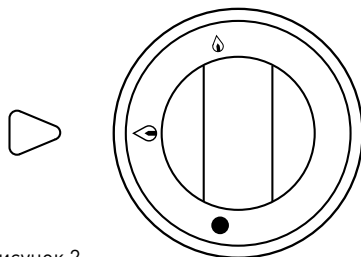

Рисунок 2
- Повернуть нижний переключатель ВКЛ./ВЫКЛ. нагревательного механизма (3), который находится сбоку корпуса (1), и установить его на символ «большое пламя» (рис. 2).
- Сейчас из горелки выходит газ. Немедленно зажечь газ (2) и удерживать переключатель в нажатом положении в течение 10-15 секунд, затем отпустить переключатель и оставить в таком положении.
- Зафиксировать нижний механизм блокировки вертела (10) при помощи крепежного рычага (11) в положении, в котором будет происходить загрузка мяса Донер Кебаб.